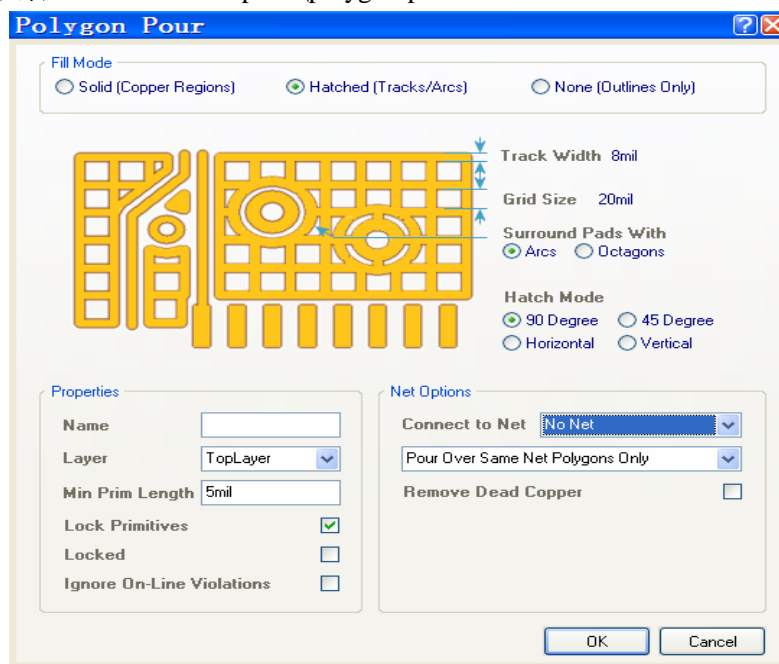

图 1.5
1.4.3 铺铜及管理: 使用命令“`place\polygon pour...`”或快捷图标打开铺铜管理. 图 1.5